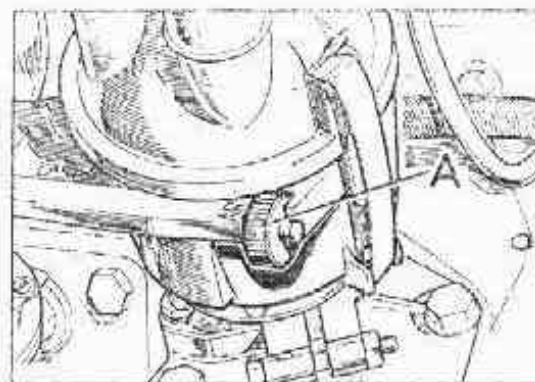

Fig. 51. Dispositivo de avance por vacío y selector de octano del distribuidor
El distribuidor va provisto de un mecanismo de *avance automático de vacío* y otro *manual* denominado *selector de octano*. Este último está constituido por una escala graduada, montada en el distribuidor; una corredera regulable por medio de un tornillo (fig. 51) y otra escala con las referencias R (retraso) y A (avance), con divisiones entre ambas.
4. Se ajustará el selector de octano de tal forma que la cuarta línea grabada sobre la corredera (fig. 51) a partir del extremo izquierdo, coincida con el borde de la caja de aquélla.